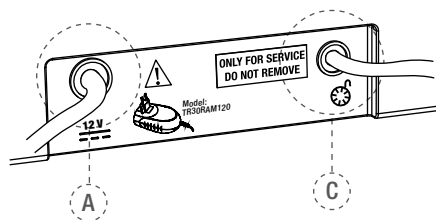

Abb. 2 Rückseite der Steuereinheit
- Stecken Sie den Stecker des Batterieadegeäts in die passende Buchse (A - siehe Abb. 2) auf der Rückseite des Geräts (Details siehe Kapitel 7.3.3).
- Stecken Sie das Fußschalterkabel in die Buchse auf der Rückseite des Geräts (C - siehe Abb. 2).
Orange blinkend: Batterieladegerät ist korrekt an die Buchse A (siehe Abb. 2) auf der Rückseite des Geräts angeschlossen und Batterie wird geladen. Wenn sich das Gerät ausschaltet und das Batterieladegerät angeschlossen wird, schaltet sich das Gerät wieder ein, und die folgende Nachricht erscheint auf dem Display: